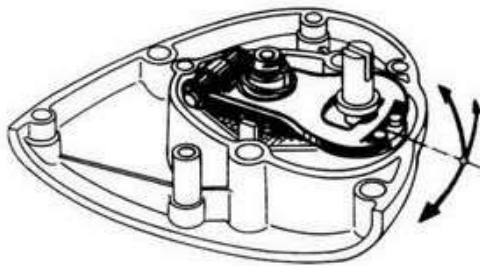

Fig. 35
- Gelenk des Schalthebels (Fig. 35)
- Le fonctionnement de l'articulation du levier de commande (fig.35)